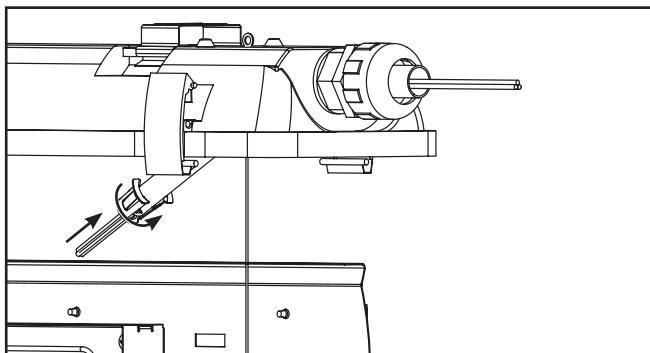

Figura 12.
- Inserte la línea, el neutro y el cable a tierra a través del orificio en el extremo del cierre del conducto y luego vuelva a colocar el cierre en el extremo del conducto de metal flexible. (Figura 12)